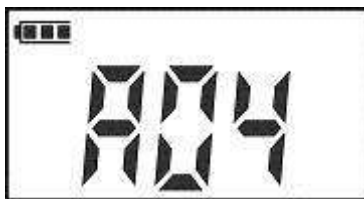

Рисунок 6.6
6.8 При неисправности блока датчика на индикаторе измерителя отображается надпись «A04» и включается периодическая звуковая сигнализация (рисунок 6.6).